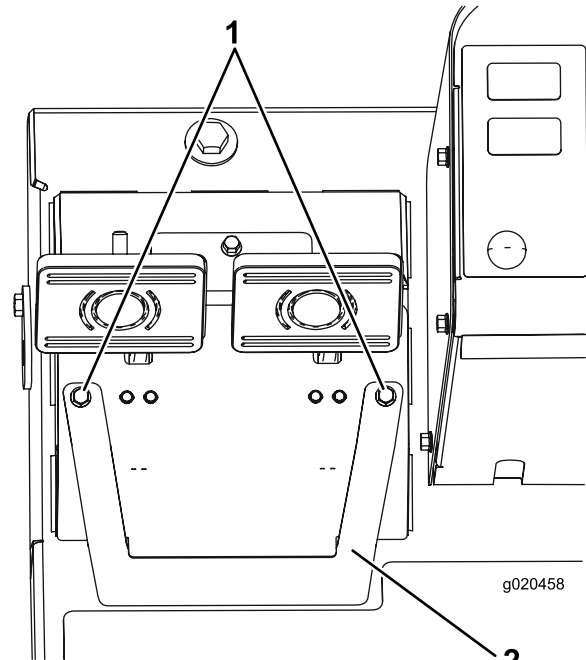

Figure 66
- A. Desserrez les 2 vis de montage et déposez le couvercle de réglage des freins (Figure 66).